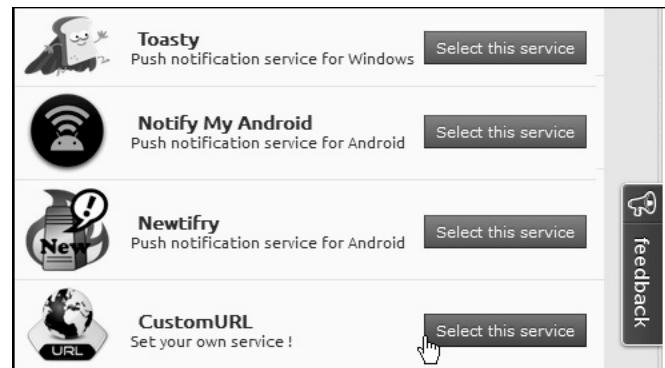

Рис.4
2) Выбрать в PushingBox пункт меню «My Services», нажать «Add a service», затем в самом низу возле иконки «Custom URL» нажать «Select this service» (**рис.4**).